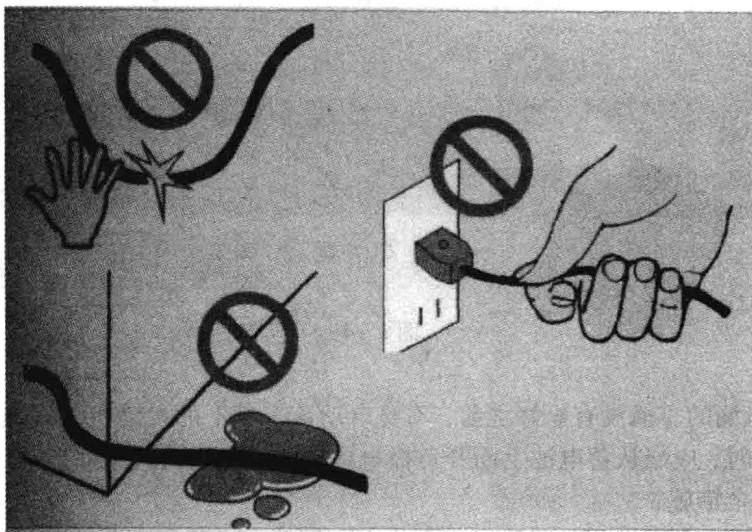

图 1-6
- 有任何保险丝熔断都要向上级汇报，因为保险丝熔断说明有某种电气故障(见图 1-6)。